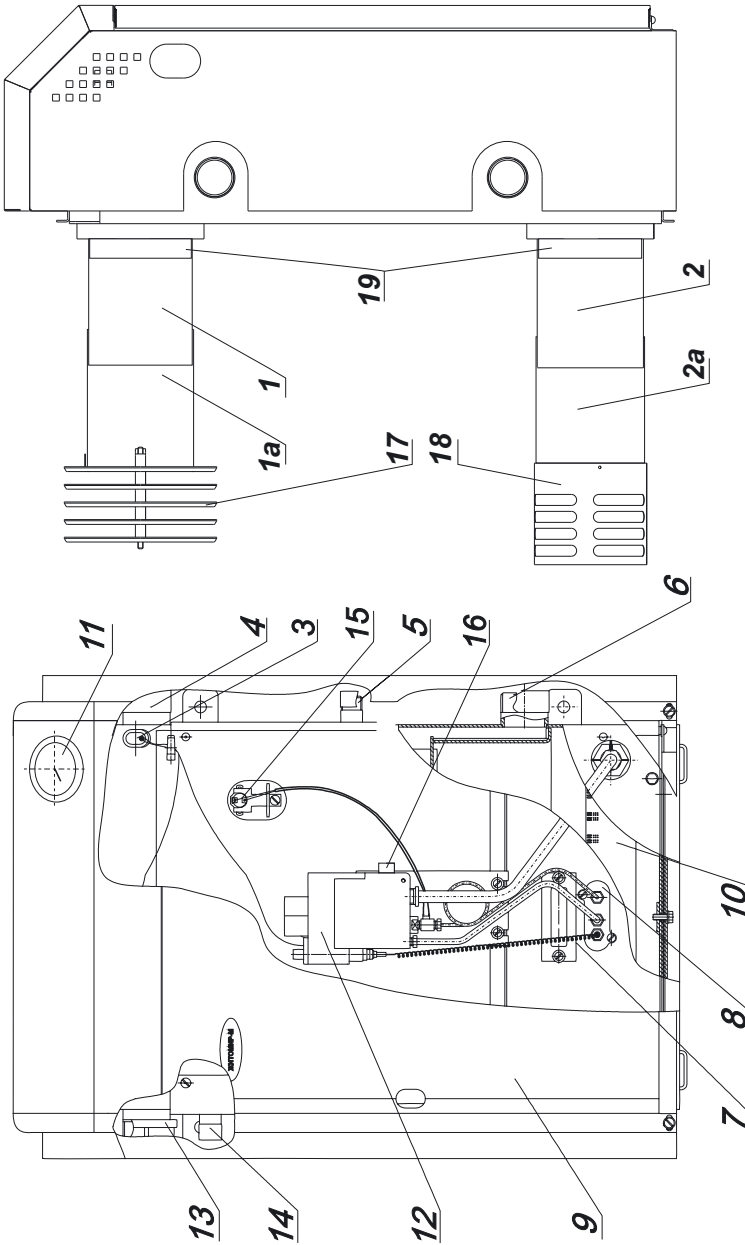

Рис. 1. Будова апарата
6.3.2. Встановити кільце з'єднувальне (рис. 1) на апарат використовуючи шнур базальтовий і зафіксувати гайками з прижимами.
Перед введенням апарата в експлуатацію необхідно залити 10-15 мл машинної оливи в стаканчик корпусу апарата (поз. 3, рис. 1)!
положення 1...7. Максимальна температура теплоносія відповідає цифрі 7 на рукоятці керування. Контроль температури необхідно вести по термоіндикатору (поз. 11, рис. 1).
Регулювання температури теплоносія здійснює термостат газового клапана через термочутливий балон, вставлений у стаканчик корпусу апарата (п. 3, рис. 1).
Перед запуском апарата необхідно перевірити наявність машинної оливи в стаканчику корпусу апарата (поз. 3, рис. 1)!
Апарат обладнаний датчиком перегріву (поз. 15, рис. 1), який, у разі підвищення температури теплоносія в апараті вище 92 °С, розмикає електричне коло підключення термопари до магнітного блоку газового клапана. подача газу в апарат припиняється.